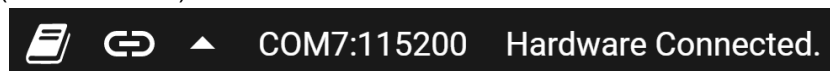

图 3-4. 硬件已连接
2. 将 EVM 连接到 GUI 后，关闭 README.md 文件页面。靠近 GUI 左下角的文本应为 *Hardware Connected*（硬件已连接）（请参阅图 3-4）。